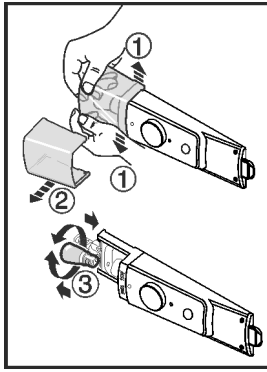

Fig. 10
- ▶ Ostonę żarówki, jak pokazane jest to na rysunku, wewnątrz, w przedniej części rozepchnąć Fig. 10 (1) i zdjąć ją w bok Fig. 10 (2).
- ▶ Wymienić żarówkę. Fig. 10 (3)